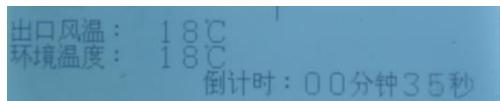

图 23 HMCXZW 变频电源装置倒计时显
- 7.4.3 试验过程中，需要计时。按动控制箱面板上的“计时启动”。在屏幕的最下角显示倒计时的时间见图 23；当计时秒表达到和超过【时间设定值】时系统自动报警。